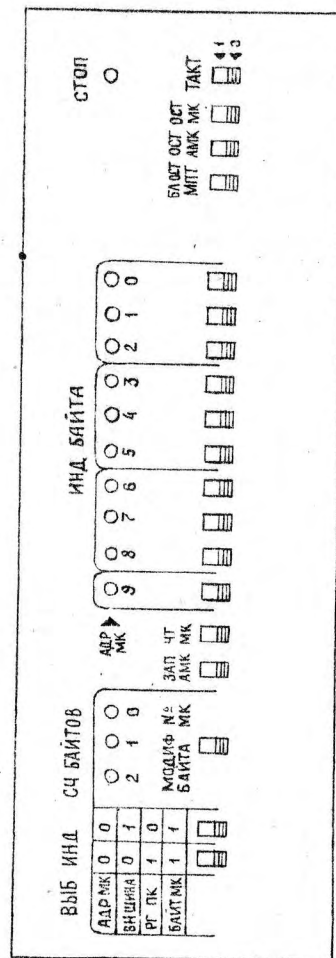

Рис.20.
7.5.2. На панели ПУ (рис.20) расположены светодиоды индикации, регистр переключателей (РП), переключатели управления индикаций и режимов работы. Для автоматической работы контроллера необходимо переключатели режимов установить в